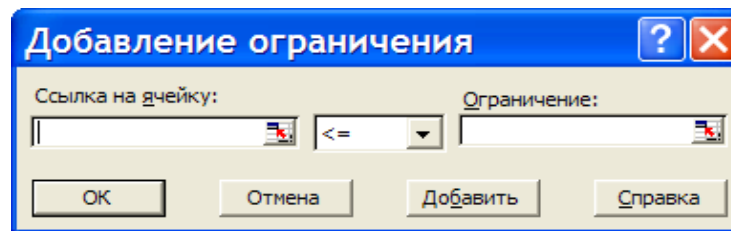

Рисунок 3
9. Щелкните по кнопке «Добавить», чтобы ввести первое ограничение задачи. Откроется диалоговое окно «Добавление ограничения» (рис.3).